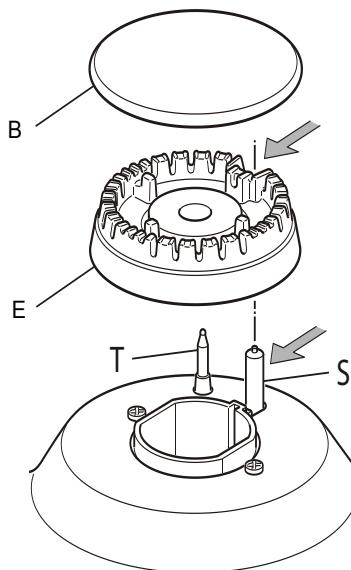

Рис. 3.1
- ✓ После чистки необходимо тщательно вытереть горелки и их рассекатели пламени и установить детали на прежнее место (Рис. 3.1).
- ✓ Важно следить за тем, чтобы рассекатель пламени «E» и крышка «B» горелки были правильно установлены (см. Рис. 3.1), в противном случае Вы можете столкнуться с серьезными проблемами.
- ✓ Для того чтобы обеспечить бесперебойное образование искры, следите за тем, чтобы электрод «S» был всегда чистым (Рис. 3.1).
- ✓ Убедитесь, что датчик «T» (Рис. 3.1), расположенный рядом с каждой горелкой, был всегда чистым, это позволит обеспечить надлежащую работу предохранительных клапанов.